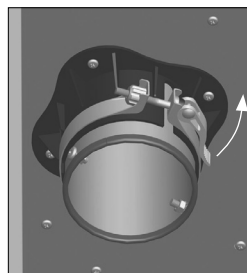

Рис. 3
Перед опусканием колонки шланг необходимо убрать в колонку, чтобы не повредить его. Для уменьшения размеров устройства, например, для транспортировки, откройте фиксатор на столе (рис. 3) и осторожно опустите колонку (3) в кожух резервуара (7/8). Будьте осторожны при опускании!